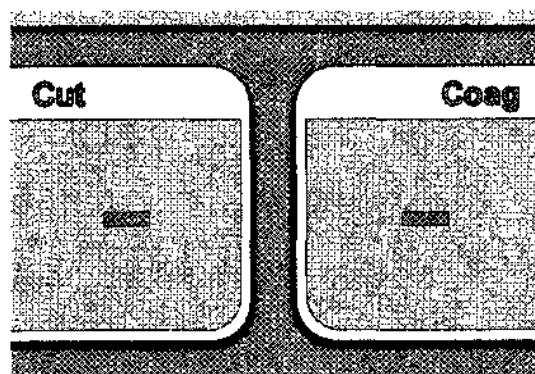

Figura 6. Panel frontal mostrando la pantalla operativa sin ningún dispositivo conectado
- Si el generador se enciende sin *ningún dispositivo electroquirúrgico conectado* o solo con el electrodo de retorno del paciente conectado, mostrará la pantalla operativa con pequeños guiones en las posiciones de los ajustes y sin especificar ningún modo. En la Figura 6 se muestra el panel frontal con la pantalla operativa sin ningún dispositivo conectado.